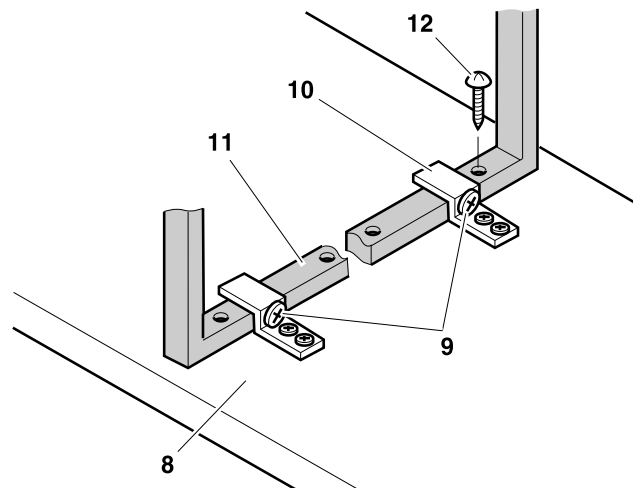

Fig. 14
- En el travesaño **11**, ajuste la altura del panel frontal **8** con los tornillos de gota de sebo **9**, fijando esta posición con un tornillo **12**. En caso necesario, aumente la separación entre el panel frontal y el cuerpo del armario con un sargento de apriete, y vuelva a comprobar cómo encaja el panel. Véase **Fig. 14**.